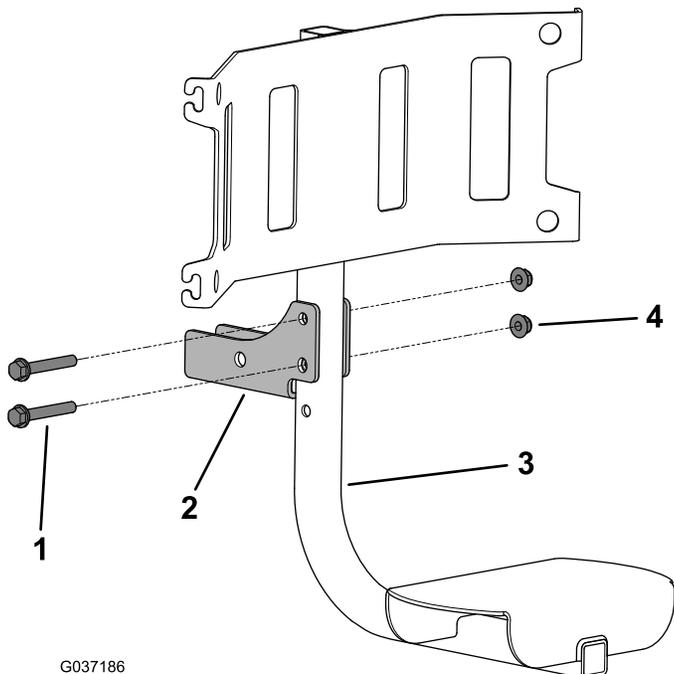

图4
4. 如图4所示, 用 2 个六角凸缘螺丝 (3/8 x 2-1/2 英寸) 和 2 个凸缘螺母 (3/8 英寸) 将旋转底座支架安装到垃圾桶底座上的所需高度。